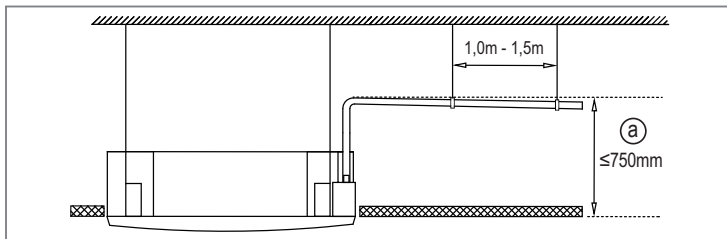

FIG. 31
- Se a saída do tubo de drenagem for mais alta do que a junta da bomba da unidade, utilize um tubo de elevação para a saída de exaustão da unidade interna. O tubo de elevação deve ser instalado a uma altura menor que 750mm em relação ao teto/forro ("a" na Fig. 31). Caso a instalação não seja feita de maneira correta poderá causar retorno de água para a unidade e possível transbordamento (unidade interna "gotejando").